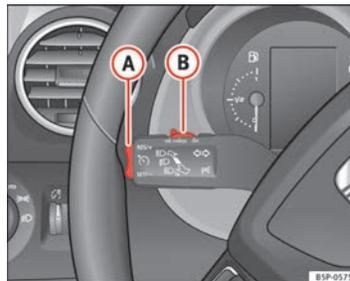

Fig. 152 Palanca de intermitentes y de luz de carretera: conmutador y tecla basculante para el regulador de velocidad
- Mueva el mando ⇒ fig. 152 (B) hacia la izquierda hasta la posición **ON**.